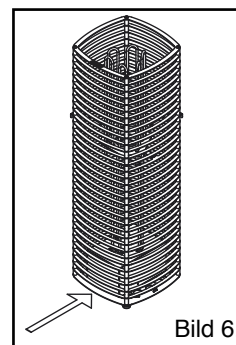

Bild 6.
- Bastuaggregatets styrströmbrytare sitter fram till på aggregatets nedre del (se bild 6).